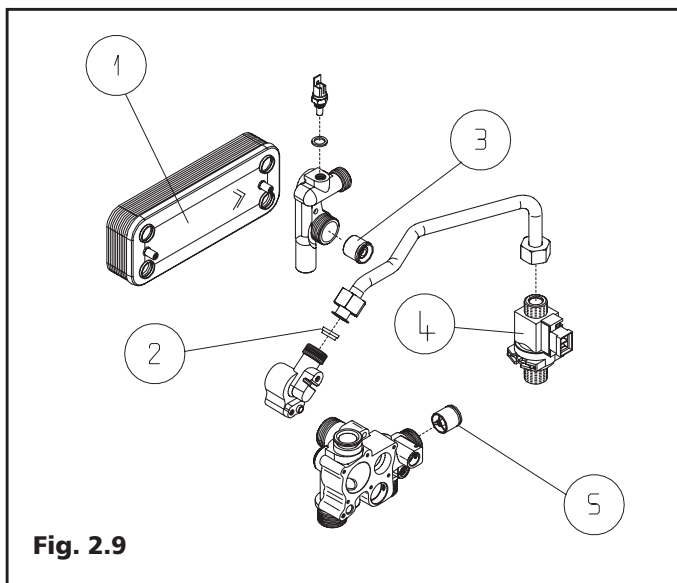

Fig. 2.9
2.8 Gruppo idraulico (Fig. 2.9)